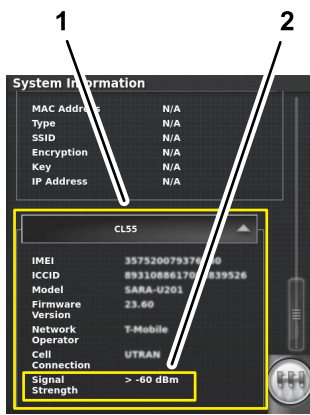

Figura 208
2. En la pantalla de información del sistema, utilice la barra de desplazamiento para navegar al icono CL55 (Figura 208).
3. Pulse el icono CL55 para mostrar información sobre la intensidad de la señal (Figura 208), y compruebe que la intensidad de la señal del módem es de entre -60 dBm y -99 dBm.